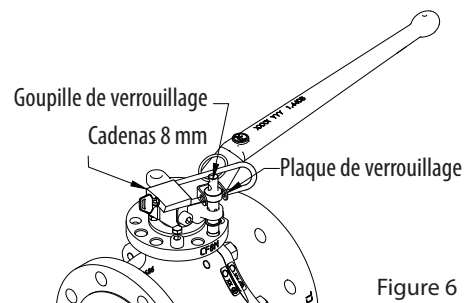

Figure 6
14. Insérez le ressort ondulé (41) dans la partie du corps (1).
15. Insérez la bague en S (42) dans la partie du corps (1) par-dessus le ressort ondulé (41). Maintenez l'orientation de la bague en S comme indiqué sur la Figure 6.
1. Si vous utilisez un cadenas à tige de 8 mm, insérez l'axe dans le trou oblong de la plaque de verrouillage et dans le trou sous l'anneau de traction (Figure 6).